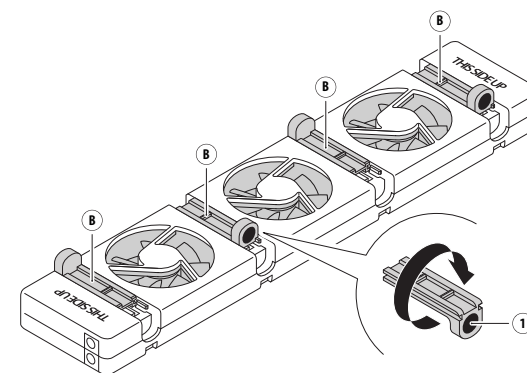

Fig. 3 – Remise en place des glissières magnétiques réglables dans le SpeedComfort (A).
1. Tournez les glissières **magnétiques réglables** (B) de manière à ce que l'aimant (1) soit positionné sur la partie supérieure (voir Fig. 3). Assurez-vous qu'il y ait deux aimants de chaque côté. Retirez le **bloc factice** (K) situé en face des glissières **magnétiques réglables** (B) dans le boîtier, puis jetez-le avec les déchets plastiques.
2. Réglez les glissières **magnétiques réglables** (B) à la largeur correcte.
3. Effectuez les mêmes étapes 1 et 2 que pour le radiateur large. Utilisez les glissières **magnétiques réglables** (B) pour fixer le SpeedComfort (A) entre les panneaux (voir Fig. 3 et 4). Vous pouvez aligner le **SpeedComfort** (A) avec l'avant du radiateur.